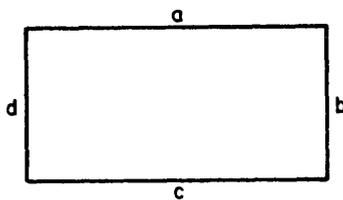

Fig. 10
a) Tiene los lados opuestos iguales pero desiguales los contrapuestos (figs. 10, 11 y 12).